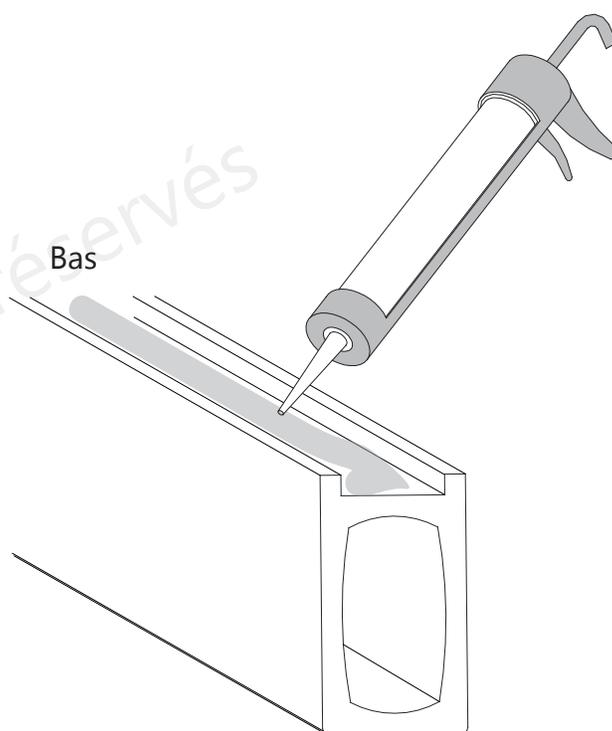

Fig 4
4. Appliquez du silicone dans la rainure le long de la surface du **Bas du Rail du Bas (N° 21)**. **(Fig 4)**